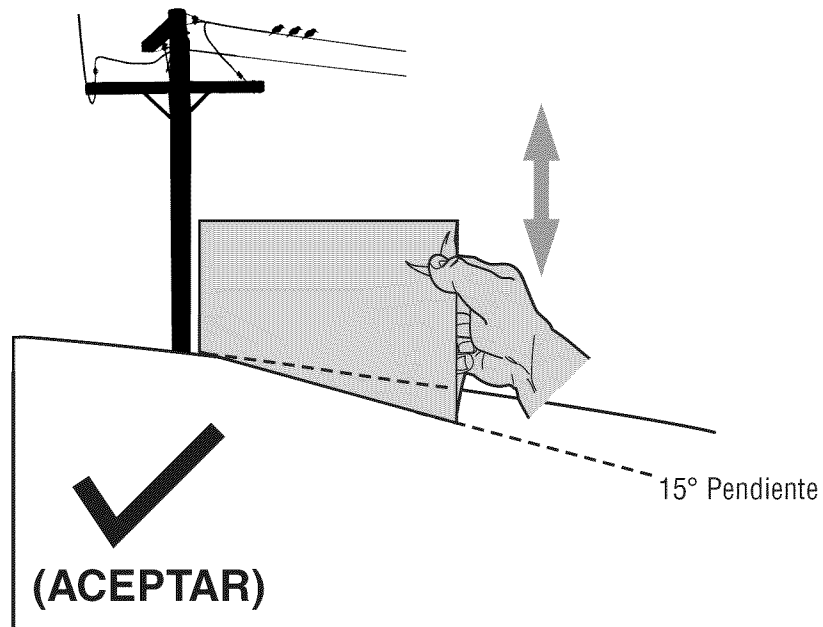
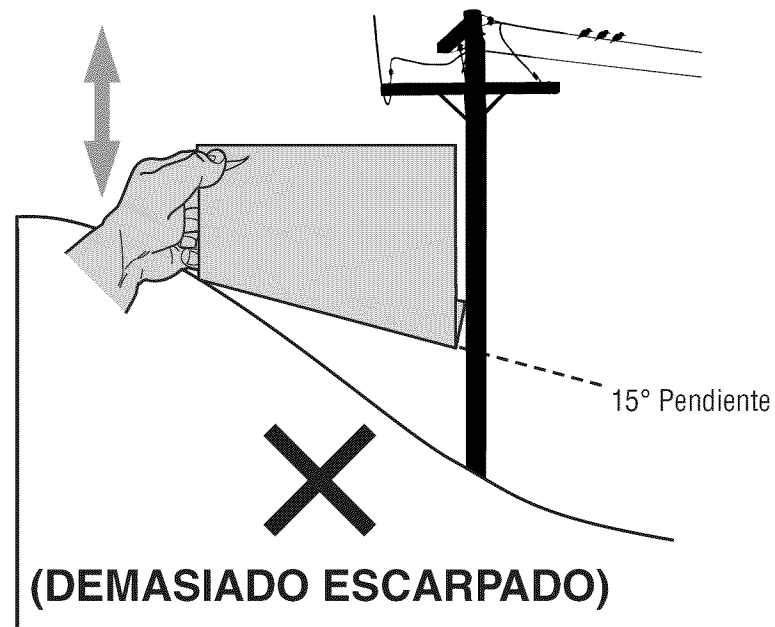

Figura 1
Figura 2
3. Alinee cada lado de pendiente de calibre con el objeto vertical (consultar Figura 1 and Figura 2).
4. Ajuste el pendiente de calibre arriba o hacia abajo hasta los toques esquina izquierda el pendiente (consultar Figura 1 and Figura 2).